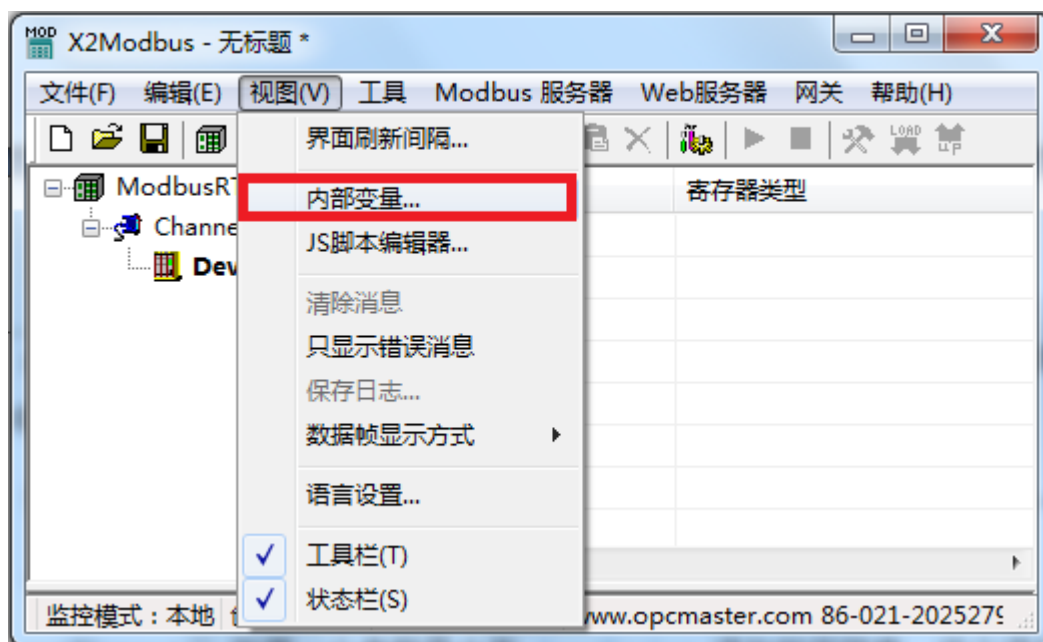

图 3-1 选择内部变量
1.新的版本中，对于每新建一个设备都会自动生成一个内部变量，并且相应的映射到 Modbus 1x 寄存器类型中，此变量用来表示整个设备的通讯状态，当整个设备下所有的 Tag 通讯正常时，通讯状态值为 1，反之当设备下有的 Tag 部分或者全部通讯不正常时，通讯状态值为 0。如果要查看此状态的值请点击菜单栏“视图”选择“内部变量”即可查看该变量。如下图 3-1。